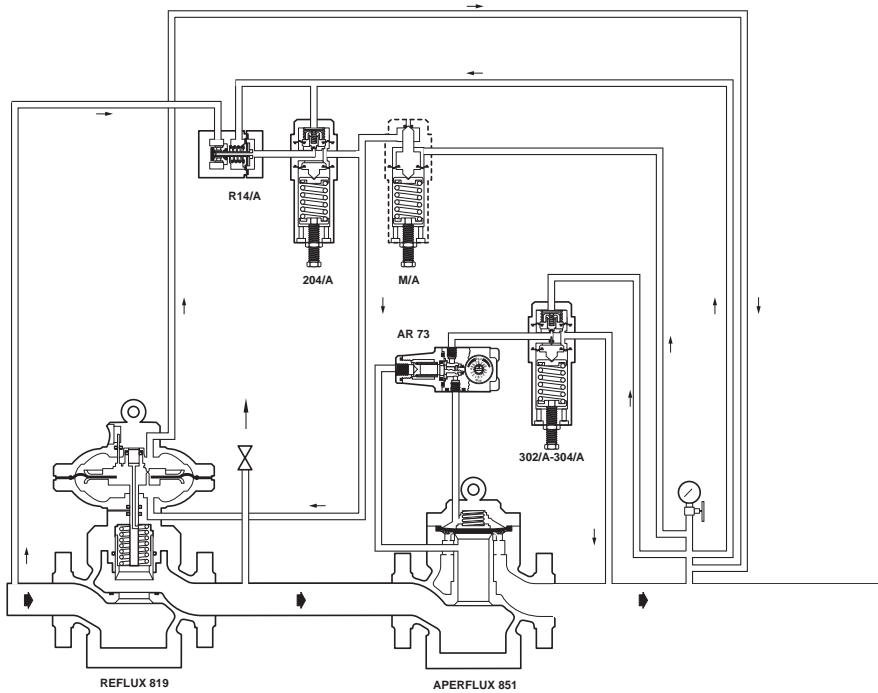

Fig. 17
- regolatore REFLUX 819 (fig. 17);
- *REFLUX 819 regulator (fig. 17);*
- REFLUX 819 (Fig. 17),
- un détendeur REFLUX 819 (Fig. 17);
- regulador REFLUX 819 (fig. 17):
- regulador REFLUX 819 (fig. 17)